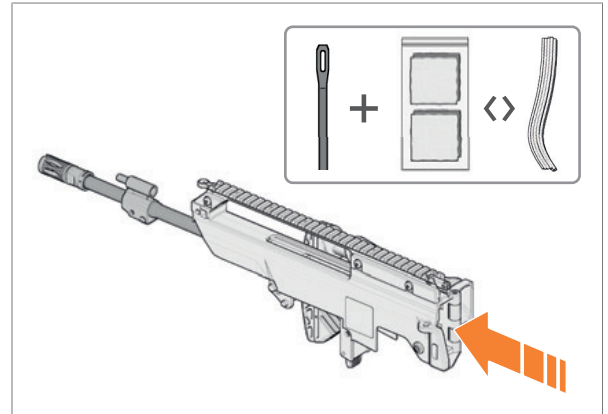

Abb. 111: Rohr reinigen
10. Saubere Reinigungsdochte / Reinigungstücher durch das Rohr ziehen um grobe Verschmutzungen zu entfernen (Abb. 111).